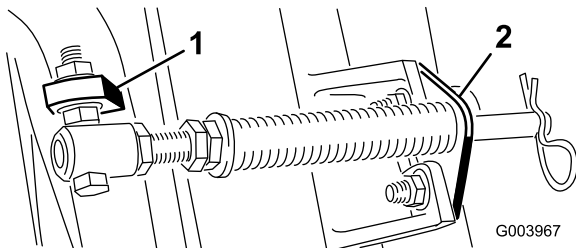

Figure 5
- C. Montez le boulon du tube de ressort sur la patte opposée du bâti porteur et fixez-le en position avec l'écrou à embase. Placez la tête du boulon sur le côté extérieur de la patte, comme montré à la Figure 5.
D. Montez le support de tige sur les pattes du plateau de coupe à l'aide des boulons de carrosserie et des écrous (Figure 5).